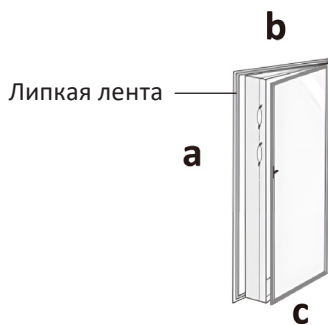

Рис. 3
3. Прикрутите выходной переходник с другого конца. (Рис. 3).
- После наклеивания ленты рекомендуется установить тканевый чехол со стороны проема ( $a$  для Рис. 3 или  $b$  для Рис. 4).